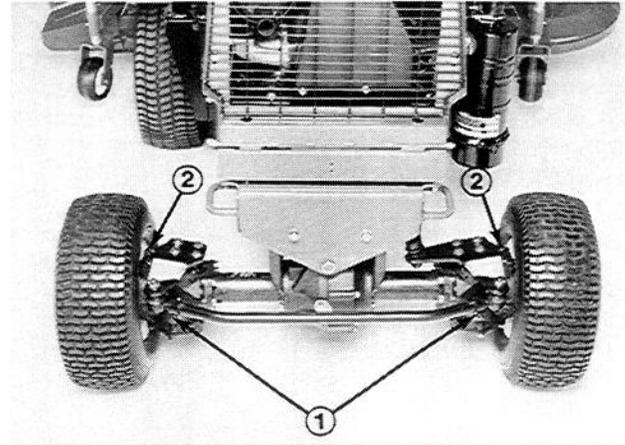

Bild 5
2. Je einen Prüfstöpsel aus beiden Ende der Achse entfernen und sicherstellen, daß das Getriebeöl bis an die untere Kante des Sichtlochs reicht. Bei niedrigem Ölstand, jeweils eine Befestigungsschraube über jedem Endstöpsel entfernen und soviel Öl nachfüllen, bis der Ölstand die untere Kante des Sichtlochs erreicht (Bild 5).